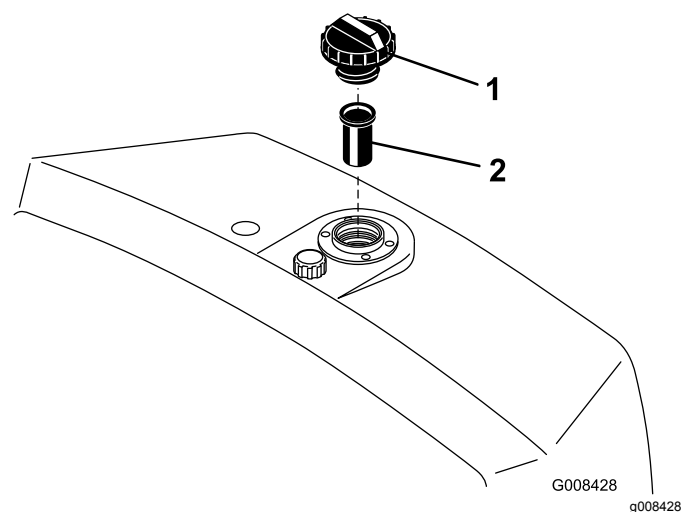

図 26
2. タンクからキャップを外して油量を点検する。補給口の首の根元部分まであれば適正である 図 26